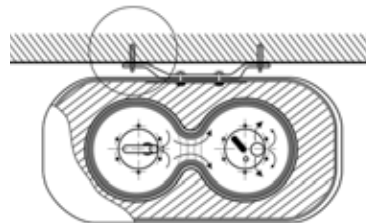

Рис.5
2. После того, как вы выбрали правильное место установки водонагревателя, определите точки для отверстий под распорные болты с крюками (определяются в соответствии со спецификацией прибора, который вы выбрали). Просверлите в стене два отверстия соответствующей глубины с использованием сверла, подходящего по размеру под распорные болты, прилагаемые к водонагревателю, вставьте винты, поверните крюк вверх, плотно затяните гайки и затем повесьте электрический водонагреватель на эти крюки (см. Рис. 5).